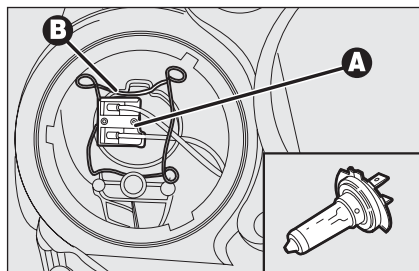

fig. 26
- ☐ scollegare il connettore elettrico **A-fig. 26**;
- ☐ rimontare la nuova lampada quindi riagganciare la molletta fermalam-pada **B-fig. 26**;